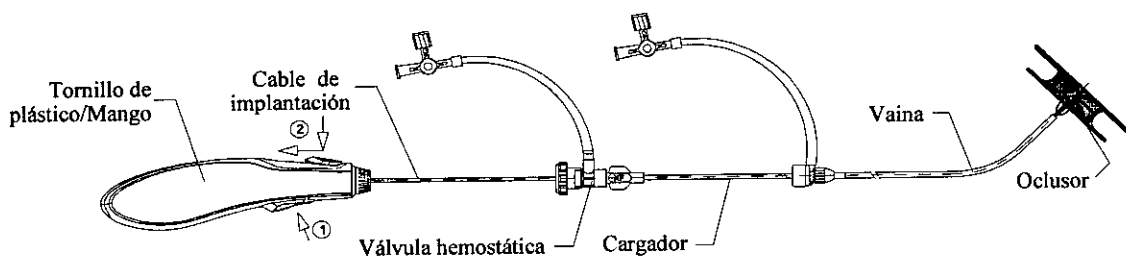

Figura 8 Ilustración de la liberación del ocluser
- Suelte el dispositivo cuando la posición sea correcta. Presione el botón azul y desplace hacia atrás mientras mantiene presionado el botón naranja. Retraiga suavemente el cable hasta que se separe del ocluser. Saque finalmente el cable de implantación y la vaina del paciente (vea la **Figura 8**).